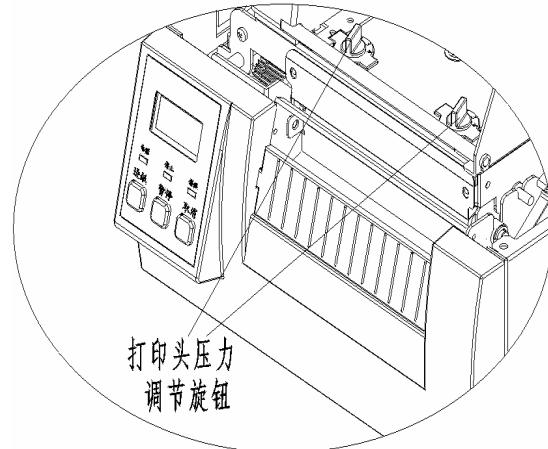

图 6.1-2
- 2) 当打印效果浅时，按顺时针方向转动打印头压力调节旋钮，增加一档压力（见图 6.1-2）；